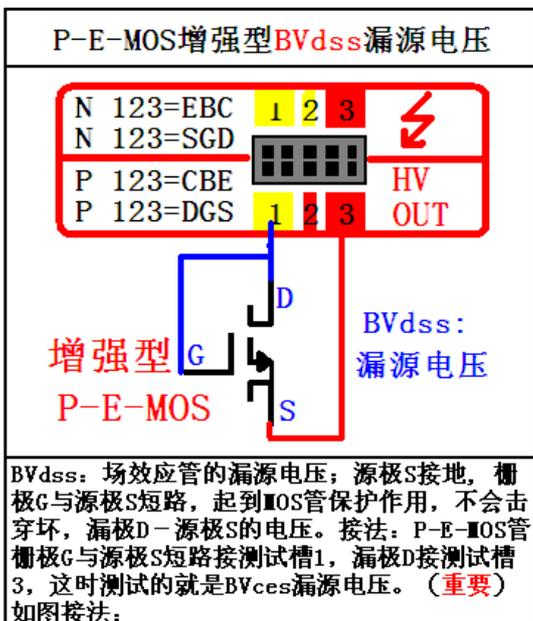
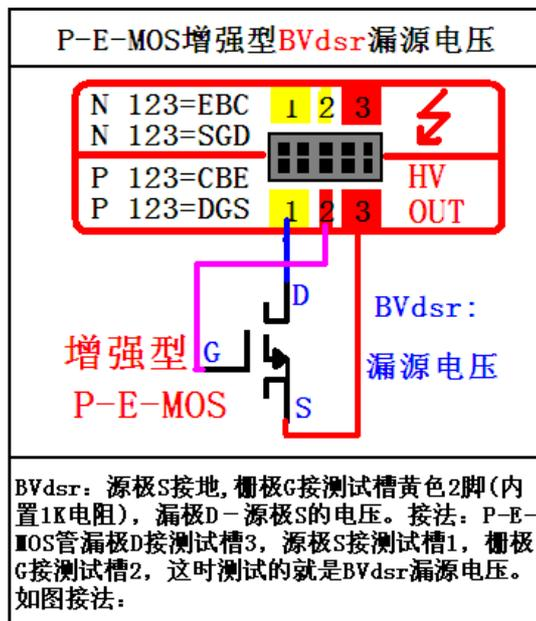

图 9
图 10
5、P沟道的MOS管的测试方法，有BVdss和BVdsr的反向击穿电压（耐压）测试，如下图9和图10所示